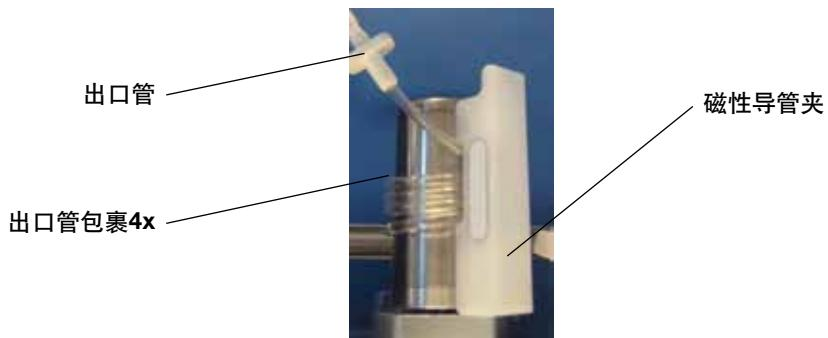

图10. 出口管绕次级磁体包裹4圈
2. 将主磁体出口管绕次级磁体包裹4圈(图10)。
使用滚轴磁夹调节主袋的流速，或者在系统中加入蠕动泵。导管C的最短长度为50 cm，这段导管需要按上文所述包裹次级磁体(图10，第8页)。
8. 从底座上拆下次级磁体。用出口管包裹磁体柱(参见图10, 第8页), 添加磁性试管夹以固定管路。重新将次级磁体连上底座。